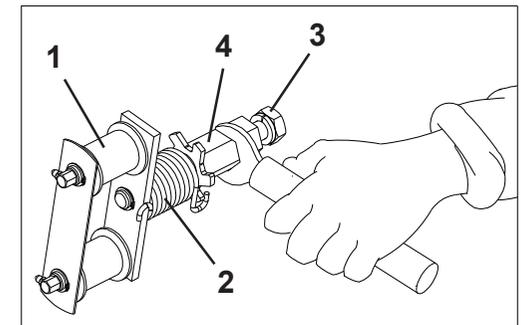

**FIGURA 19**
**REGULACION PARA DISTRIBUCION DE ABONO ( FIGURA 19 )**